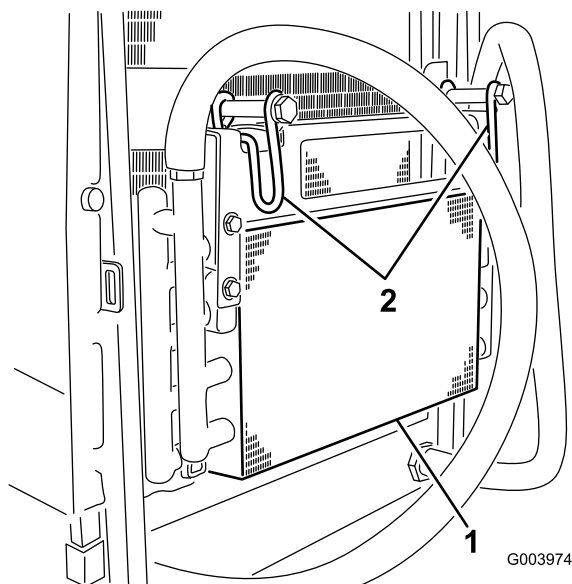

Figure 72
5. Pivotez les verrous vers l'intérieur pour dégager le refroidisseur d'huile (Figure 72).